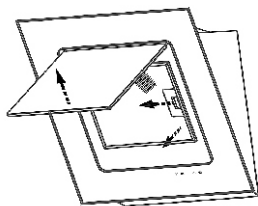

рис. 4
8.3 Для очистки алюминиевого фильтра извлеките его из вытяжки (рис.4). Произведите очистку фильтра с помощью щетки горячим водным раствором нейтрального моющего средства вручную или в посудомоечной машине (при 60°C). Сильно загрязненный фильтр не следует мыть в посудомоечной машине вместе с посудой. Старайтесь не сгибать фильтр при мойке. Возможное изменение цвета фильтра, с течением времени, не приводит к снижению эффективности его действия.
Чтобы снять алюминиевый фильтр, нажмите на пружинный замок фильтра и потяните его на себя (рис. 4).
- 6.1.2 Перед установкой кухонной вытяжки снимите алюминиевый фильтр (рис. 4). Предварительно откройте стеклянную откидную панель:
- потяните за нижний край откидной панели, как показано на (рис. 4) и откройте ее;